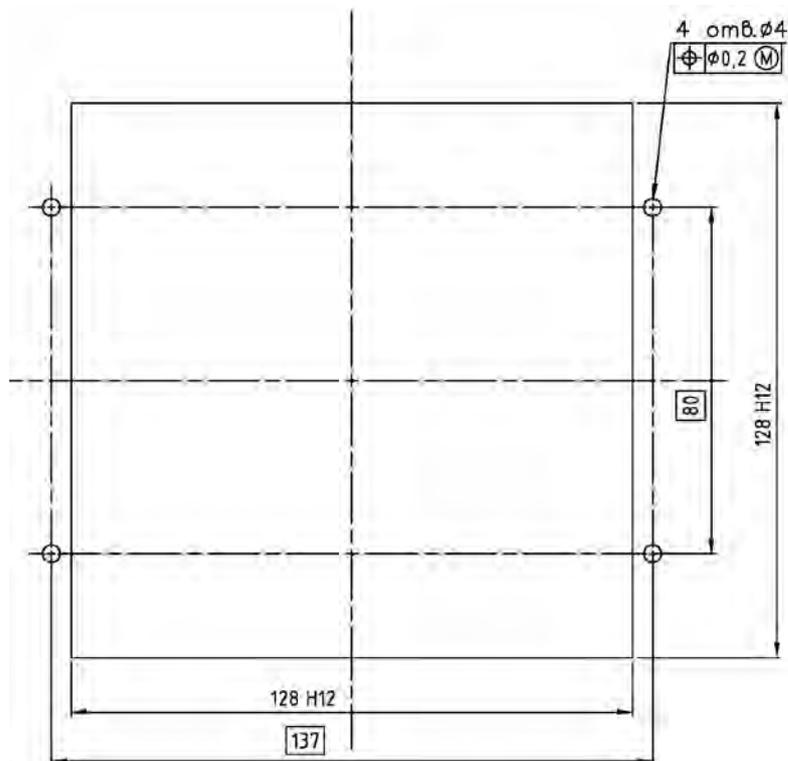

Рис. 7. Размеры окна для монтажа БОИ в приборном щите.
2.2.6.3 Для установки БОИ в приборный щит необходимо сделать в щите окно и четыре отверстия по размерам, показанным на рис. 7.